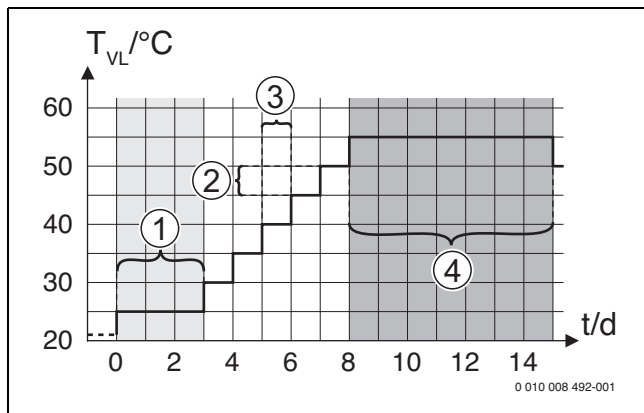
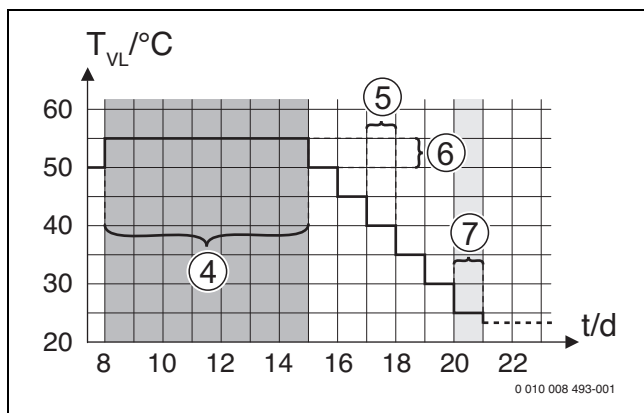

Fig. 7 Il processo di asciugatura massetto con le impostazioni di fabbrica nella fase di riscaldamento
Fig. 8 Il processo di asciugatura massetto con le impostazioni di fabbrica nella fase di raffreddamento
Temp. att. prima dell'avvio	Salta fase: il programma di asciugatura massetto si avvia immediatamente per i circuiti di riscaldamento selezionati. 1 ... 50 giorni: il programma di asciugatura massetto si avvia dopo il tempo di attesa impostato. I circuiti di riscaldamento selezionati sono spenti durante il tempo di attesa, la protezione antigelo è attiva (→ fig. 7, tempo prima del giorno 0).
Durata fase di avvio	Salta fase: non viene eseguita nessuna fase di messa a regime. 1 ... 3 ... 30 giorni: impostazione per il ritardo di tempo tra l'inizio della fase di avviamento e la fase successiva (→ fig. 7, [1]).
Temperatura fase di avvio	20 ... 25 ... 55 °C: temperatura di mandata durante la fase di avvio (→ fig. 7, [1]).
Durata fase di risc. Graduale	Salta fase: non viene eseguita nessuna fase di messa a regime. 1 ... 10 giorni: impostazione per il ritardo di tempo tra i passaggi (incremento) nella fase di riscaldamento (→ fig. 7, [3]).
Diff. temp. fase riscald.	1 ... 5 ... 35 K: differenziale di temperatura tra i passaggi nella fase di riscaldamento (→ fig. 7, [2]).
Durata fase di manten.	1 ... 7 ... 99 giorni: ritardo di tempo tra l'inizio della fase di mantenimento (durata della temperatura massima per l'essiccazione massetto) e la fase successiva (→ fig. 7, [4]).
Temperatura fase manten.	20 ... 55 °C: temperatura di mandata durante la fase di mantenimento (temperatura massima, → Fig. 7, [4]).
Durata fase raffr. Graduale	Salta fase: non viene eseguita nessuna fase di raffreddamento. 1 ... 10 giorni: impostazione per il ritardo di tempo tra i passaggi (incremento) nella fase di raffreddamento (→ fig. 8, [5]).
Diff. temp. fase raffredd.	1 ... 5 ... 35 K: differenziale di temperatura tra i passaggi nella fase di raffreddamento (→ fig. 8, [6]).
Durata fase finale	Salta fase: non viene eseguita nessuna fase finale. Permanente: non è stata definita un'ora finale per la fase finale. 1 ... 30 giorni: impostazione del ritardo di tempo tra l'inizio della fase finale (ultima fase temperatura) e la fine del programma di asciugatura massetto (→ fig. 8, [7]).
Temperatura fase finale	20 ... 25 ... 55 °C: temperatura di mandata durante la fase finale (→ fig. 8, [7]).
Tab. 10 Impostazioni nel menu Essiccazione massetto (le fig. 7 e 8 mostrano le impostazioni di fabbrica del programma di essiccazione massetto)
**Legenda fig. 7 e fig. 8:**